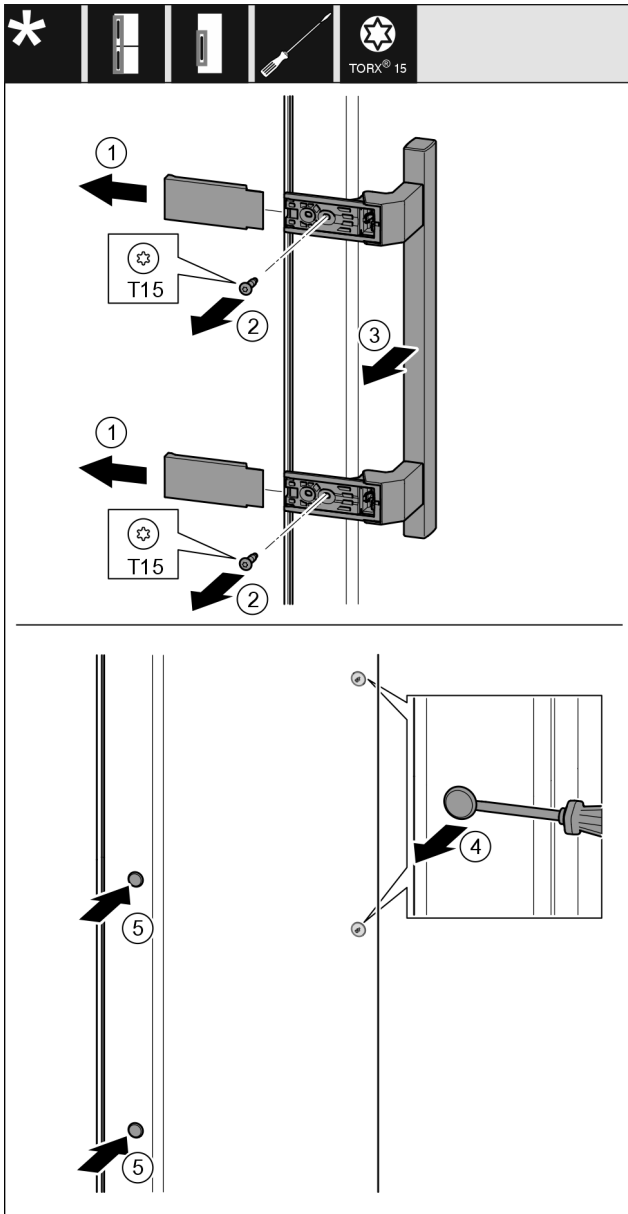

Fig. 8
- Retirer le recouvrement. Fig. 8 (1)
- Dévisser les vis avec un tournevis Torx 15. Fig. 8 (2)
- Retirer la poignée. Fig. 8 (3)
- Soulever et retirer avec soin le cache latéral avec un tournevis plat. Fig. 8 (4)
- Replacer le cache de l'autre côté. Fig. 8 (5)